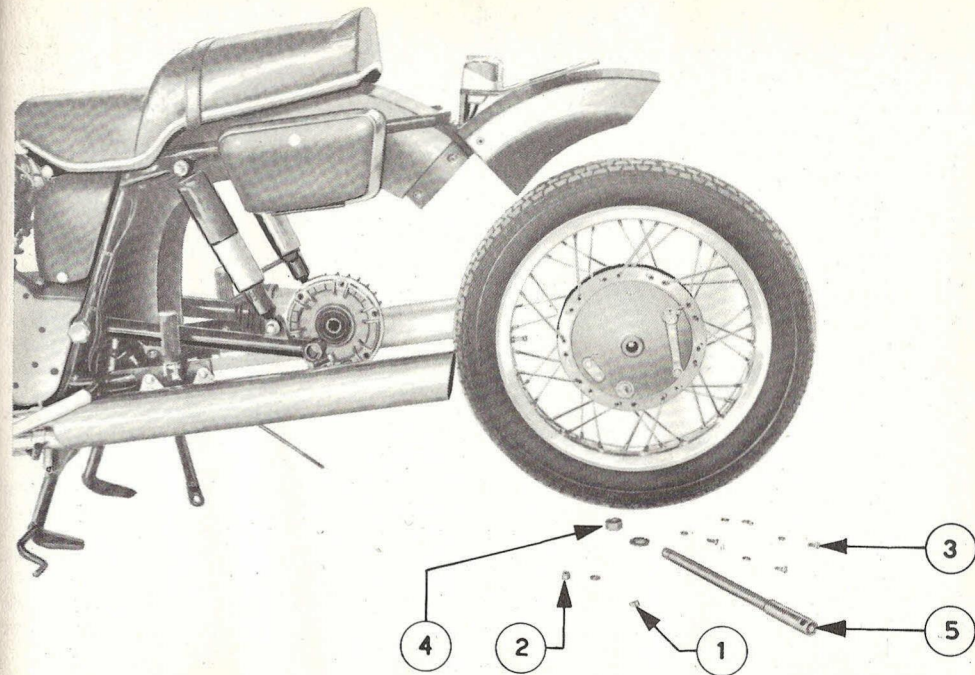

fig. 25
- Togliere il dado 1 fig. 25 registro levetta sulla flangia portaceppi e sfilare l'asta di comando del freno.
- Sfilare il tirante ancoraggio flangia portaceppi svitando il dado 2 fig. 25 con chiave mm. 14.
- Togliere le viti 3 fig. 25 che fissano la parte mobile del parafango.
- Togliere il dado 4 fig. 25 del perno ruota.
- Allentare il dado 5 fig. 25 sul braccio della forcella.
- Sfilare il perno ruota 6 fig. 25.
- Dévisser l'écrou 1 fig. 25 de réglage sur le levier sur la bride du porte-machoire et defiler la tige de commande du frein.
- Retirer le tige qui retient la bride du porte-machoirs en dévissant l'écrou 2 fig. 25 avec une clef de 14 mm.
- Enlever les vis 3 fig. 25 qui retiennent la partie mobile du garde-boue.
- Dévisser l'écrou 4 fig. 25 de la broche de la roue.
- Desserer l'écrou 5 fig. 25 sur le bras de la fourche.
- Retirer la broche de la roue 6 fig. 25. Avant de le remonter le nettoyer et graisser.
- Remove control lever adjust nut 1 fig. 25 at the brake shoe flange and remove the brake control rod.
- Unscrew nut 2 fig. 25 by means of a N. 14 spanner and remove the tie rod from the brake shoe flange.
- Remove screws 3 fig. 25 securing the movable part of the mudguard.
- Remove nut 4 fig. 25 from wheel spindle.
- Loosen nut 5 fig. 25 on fork leg.
- Remove wheel spindle 6 fig. 25.